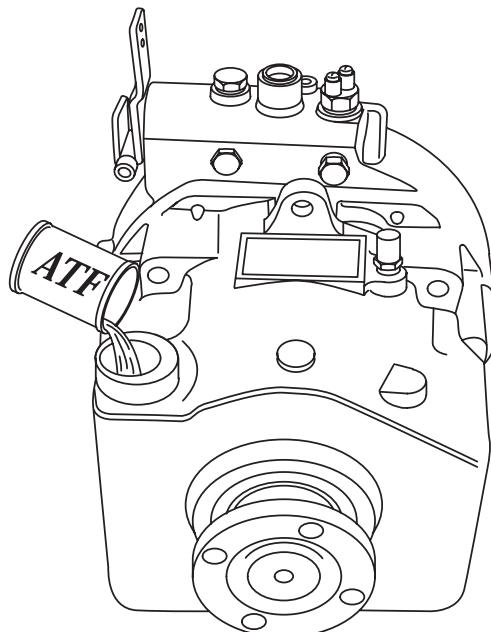
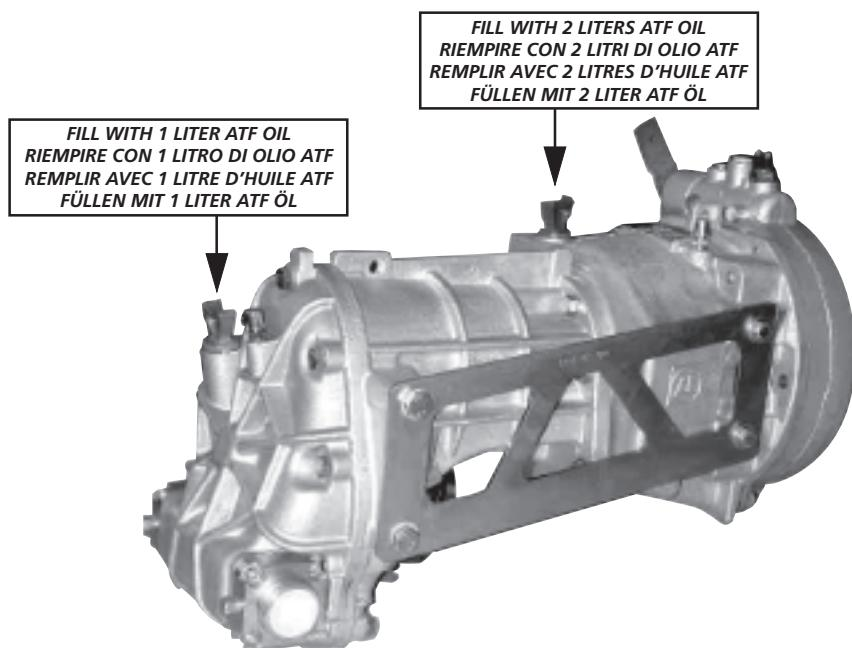

Fig. V-5
Fig. V-6
2.4.1 Fill with the following quantities of Automatic Transmission Fluid (ATF), and add the amount required for cooler and pipelines (fig. V-5 / fig. V-6).
2.4.1 Riempire con olio per cambi automatici ATF rispettando le quantità sotto indicate; aggiungere la quantità necessaria per il riempimento dello scambiatore di calore e dei relativi tubi di raccordo (fig. V-5 / fig. V-6).
2.4.1 Remplir avec les quantités suivantes d'huile ATF, et ajouter la quantité requise pour le refroidisseur et ses canalisations (fig. V-5 / fig. V-6).
2.4.1 Füllen Sie das Getriebe bis zur Max.-Markierung mit ATF-Getriebeöl (Automatic Transmission Fluid) plus der Menge, die für Ölkühler und Leitungen benötigt wird (Bild V-5 / Bild V-6).